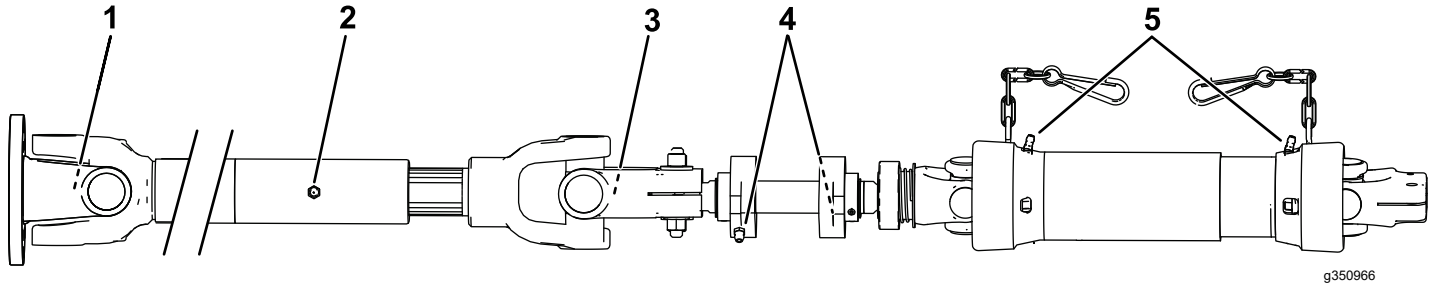

Figure 23
2. La machine comprend 7 points de graissage ; voir l'autocollant d'entretien du kit de montage ou Figure 23.